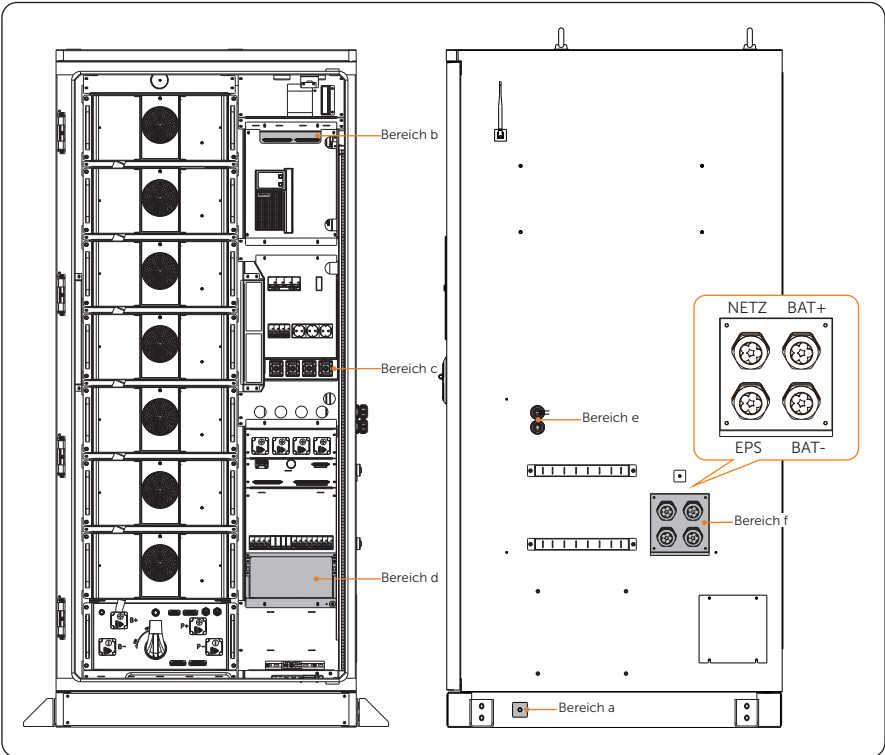

Abbildung 7-1 Verdrahtungsbereich
- Vor der Verdrahtung müssen sich die Bediener darüber informieren, welche Teile verdrahtet werden müssen. Einzelheiten hierzu finden Sie in Abbildung 7-1.
Die Netz- und EPS-Kabel des Wechselrichterausgangs aus dem Batterieschrank vom Netz- und EPS-Port von **Teil f** in „Abbildung 7-1 Verdrahtungsbereich“, befolgen Sie bitte genau die folgenden Schritte.